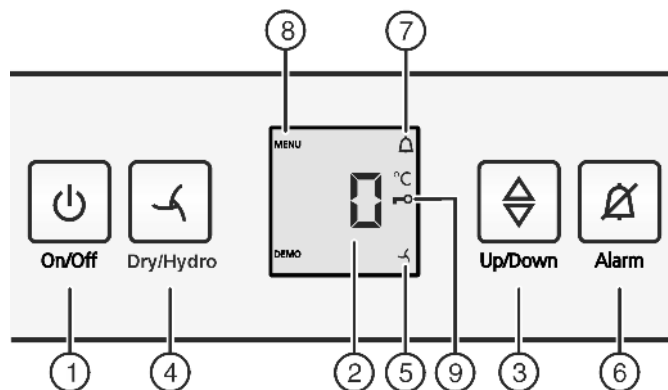

Fig. 2
- ▶ Apăsați tasta On/Off Fig. 2 (1).
- ▶ Activarea modului de reglare: Apăsați tasta Dry/Hydro Fig. 2 (4) timp de cca. 6 secunde.
- ▷ Simbolul Menu Fig. 2 (8) este aprins.
- ▶ Apăsați scurt tasta Dry/Hydro Fig. 2 (4) pentru confirmare. Atunci când pe afișaj apare **cl**:
- ▶ Pentru a activa protecția pentru copii, apăsați scurt tasta Dry/Hydro Fig. 2 (4).
- ▷ Simbolul protecției pentru copii Fig. 2 (9) se aprinde. Pe afișaj se aprinde intermitent **c**.
- ▶ Pentru a dezactiva protecția pentru copii, apăsați scurt tasta Dry/Hydro Fig. 2 (4).
- ▷ Simbolul protecției pentru copii Fig. 2 (9) se stinge. Pe afișaj se aprinde intermitent **c**.
- ▶ Dezactivarea modului de reglare: Apăsați tasta On/Off Fig. 2 (1).
- ▶ Apăsați tasta Alarm Fig. 2 (6).